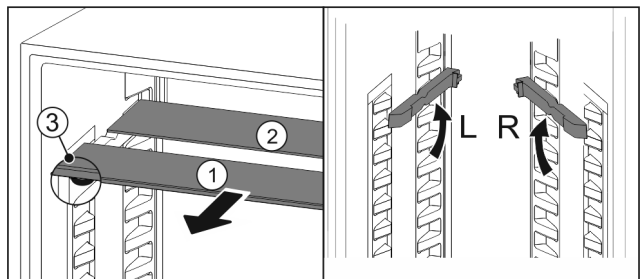

Fig. 77
- ▶ Glasplaten afzonderlijk vanaf de voorkant eruit trekken Fig. 77 (1).
- ▷ Glasplaat Fig. 77 (1) met sierlijst licht voor.
- ▷ Stops Fig. 77 (3) zijn naar onder gericht.